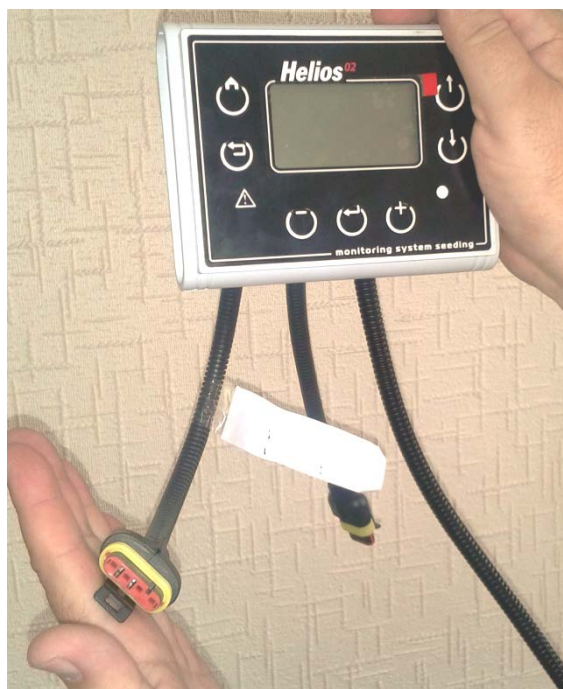

Рисунок 22
1. Отключить все датчики высева от кабельного ввода жгута связи на панели оператора (разъем 4 контакта, см. «Рисунок 22»).
2. Датчик, которому нужно установить новый программный адрес, подключить к кабельному вводу жгута связи на панели оператора (см. «Рисунок 22»).